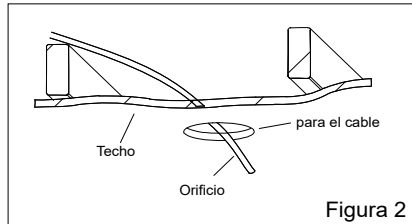

Figura 2
3. Lleve el cable NM desde la fuente de alimentación a la primera abertura, dejando entre 15 cm (6") y 20 cm (8") de longitud en exceso que se extienda más allá de la abertura. Se pueden utilizar conductores de hasta 12^{AWG} (figura 2) (Advertencia: utilice cables con aislante de una capacidad técnica nominal de al menos 90°C).